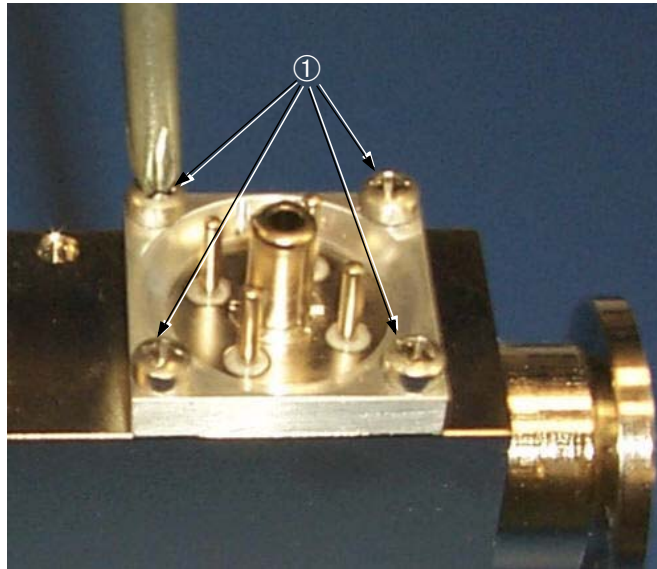

Figura 4-9 Montaje del Botón del TP
1. Extraiga los 4 tornillos Phillips ① que retienen el cabezal del Botón del TP (Figura 4-9).
5. Extraiga los 4 tornillos Phillips que aseguran el cabezal de la fuente de iones (Figura 4-9 en página 4-12).